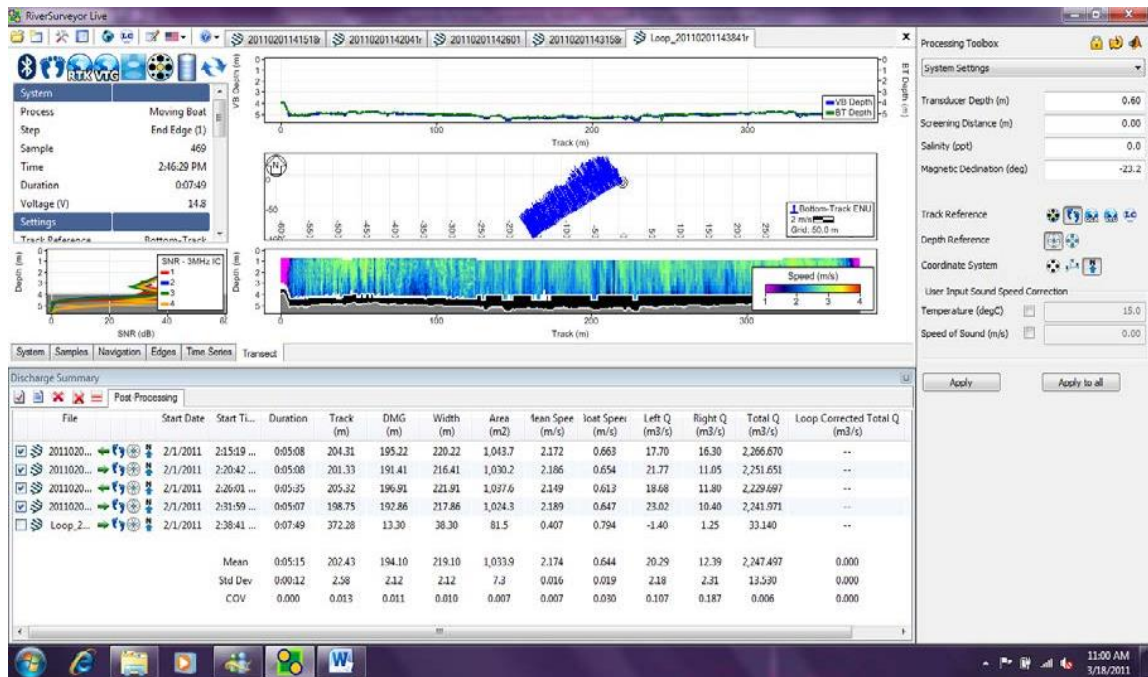

Figura 108. Procesamiento del Método de Bucle
- Después se calcula la velocidad del lecho móvil. Antes de efectuar la corrección, primero debe abrirse el cuadro de Herramientas de Procesamiento presionando el icono de Herramientas (**Ctrl + T**17) en la barra de herramientas situada en la parte superior de la pantalla. También es útil abrir el Resumen del Gasto (**Ctrl + S**) presionando el icono **resumen** situado en la barra de herramientas. Aparecerá la pantalla como se muestra en la figura 108.